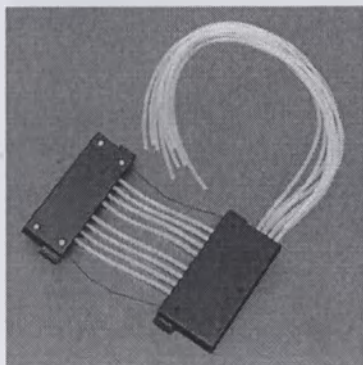

Рисунок 5-41. Проверка, не защемят ли трубки
13. Убедитесь, что вы не защемили и не согнули трубки между верхней и нижней крышкой верхней части кассеты для диспенсирования (рисунок 5-41).